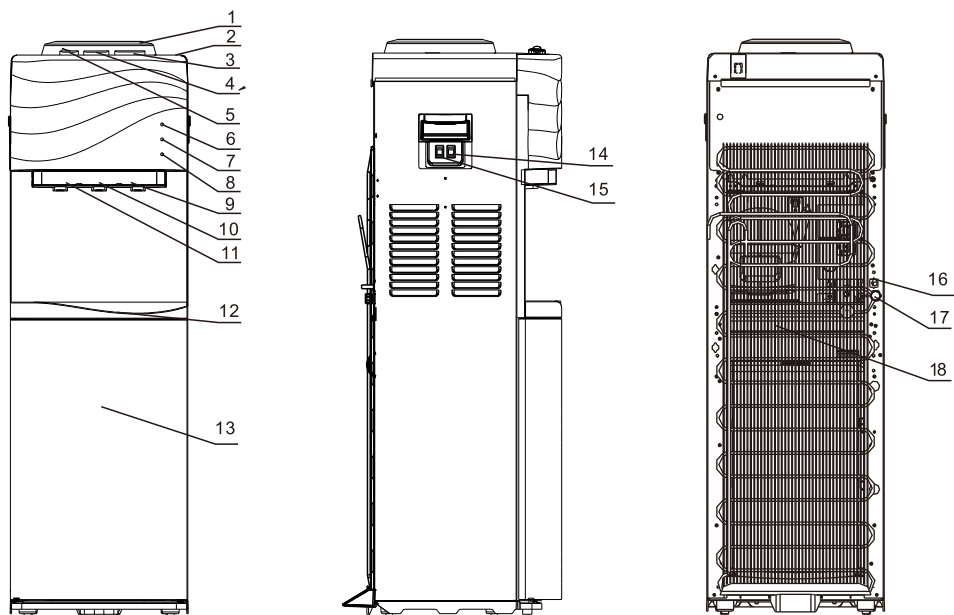

Рис.1. Схема аппарата CH-V950B
3. Возьмите емкость для воды и слейте с краника холодной воды воду. Убедитесь, что горячая вода в аппарате остыла и только после этого слейте горячую воду с краника горячей воды. Остатки воды в системе необходимо слить, открыв пробку из отверстия для слива воды, расположенного на задней стенке аппарата (рис.1 - 13). Вставьте пробку обратно в отверстие для слива воды.
Через 5-6 часов слейте раствор из системы: слейте воду из краников холодной и горячей воды, остатки раствора слейте через отверстие для слива воды (рис.1 - 13). После закрутите колпачок обратно на место.
8. Промойте аппарат чистой водой (необходимо залить в систему около 4 литров чистой воды и слить через краники горячей и холодной воды, отверстие для слива воды (рис.1 - 13)). При необходимости повторите процедуру. Вставьте пробку обратно в отверстие для слива воды.